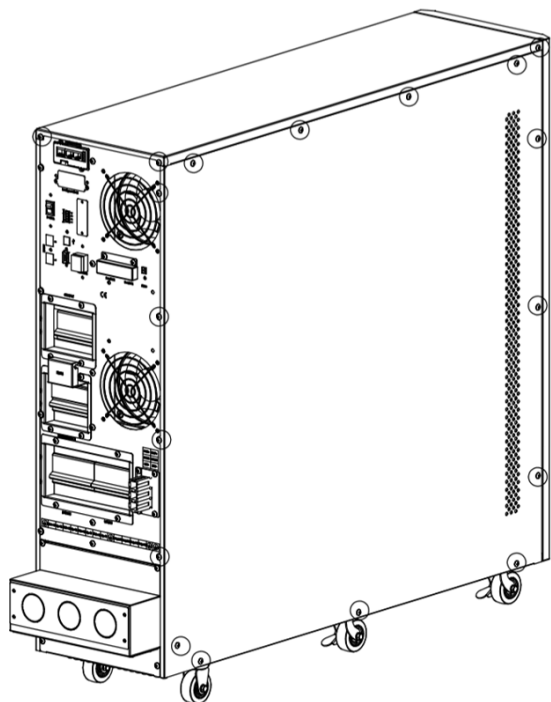

Figure 3-6 : Retirer les vis des plaques du haut, de droite et de gauche.
1. Retirer les vis encadrées sur la Figure 3-6.